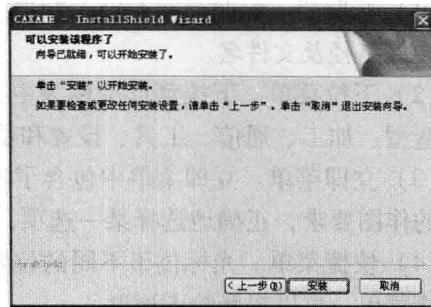
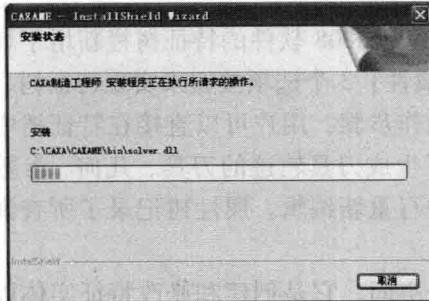

图 1-9 【程序安装确认】对话框
图 1-10 CAXA 制造工程师 2008 安装状态
(8) 在系统弹出的安装 CAXA 制造工程师 2008 程序的确认对话框中，单击【安装】按钮，如图 1-9 所示。系统开始在指定的路径和目录下安装 CAXA 制造工程师 2008，如图 1-10 所示。如果在安装过程中单击【取消】按钮，则安装状态将随时停止。